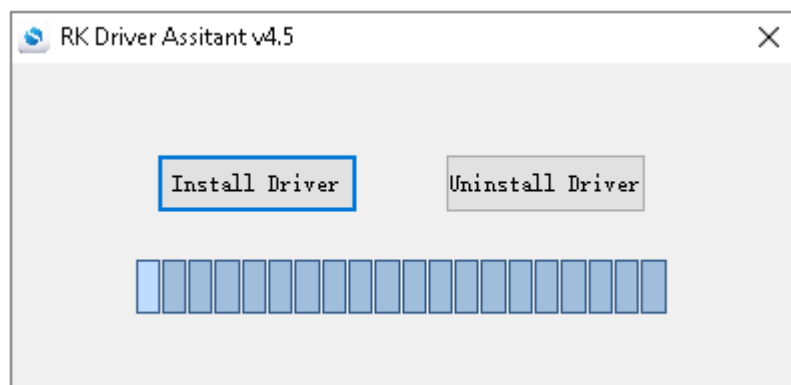

Рисунок 3.25 – Окно инсталлятора
3.8.2.6 В открывшемся окне (рисунок 3.25) нажмите на кнопку «Install Driver». В случае успешной установки драйвера будет выведено окно, представленное на рисунке 3.26.